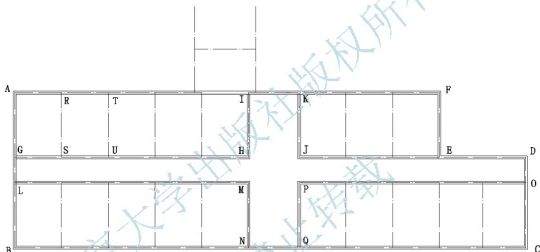

图 2.40 绘制 EJK、LMN、OPQ 内墙
(4) 按 Enter 键重复最近使用过的【多线】命令, 捕捉如图 2.40 所示的 R 点和 S 点, 则绘制出 RS 内墙, 按 Enter 键结束命令。